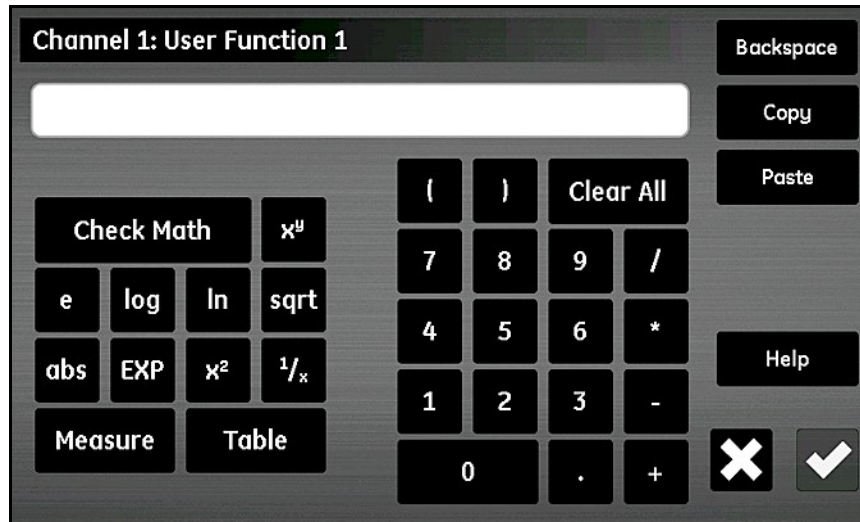

Figura 61: Pantalla de ecuación de función de usuario
3. Pulse el botón **Función usuario** para seleccionar el nombre de la función (**Func 1**, **Func 2**, **Func 3** o **Func 4**). A continuación, pulse en el cuadro de texto grande situado bajo el botón **Canal** para abrir la pantalla *Canal x: Función usuario* y, como se muestra en la *Figura 61*, para introducir la ecuación de la función. Una vez completada la ecuación, pulse el botón **Comprobar** para volver a la pantalla *Configuración de funciones de usuario*.
Los botones de la *Figura 61* permiten incluir funciones matemáticas estándar así como consultar datos de las tablas de usuario predefinidas (consulte *“Introducción de tablas definidas por el usuario”* en la página 69). El botón **Compr. matemática** se utiliza para localizar errores en la definición de la ecuación. También puede pulsar el botón **Borrar todo** en cualquier momento para volver a empezar. Los botones **Copiar** y **Pegar** de la esquina superior derecha de la pantalla permiten duplicar información de una función de usuario a otra y evitar así volver a introducir la misma información.